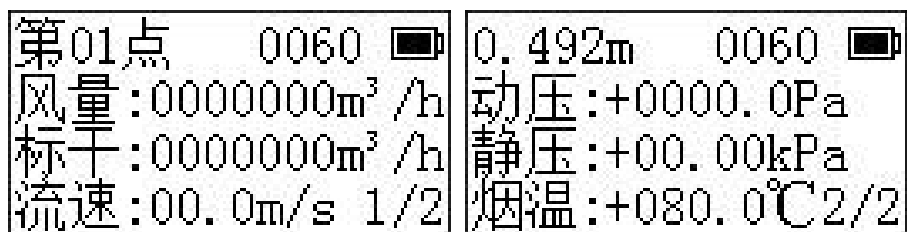

图 10 测量界面
选择“④开始测量”，按“OK”进入测量界面，如图 10；其中，左上角轮换显示